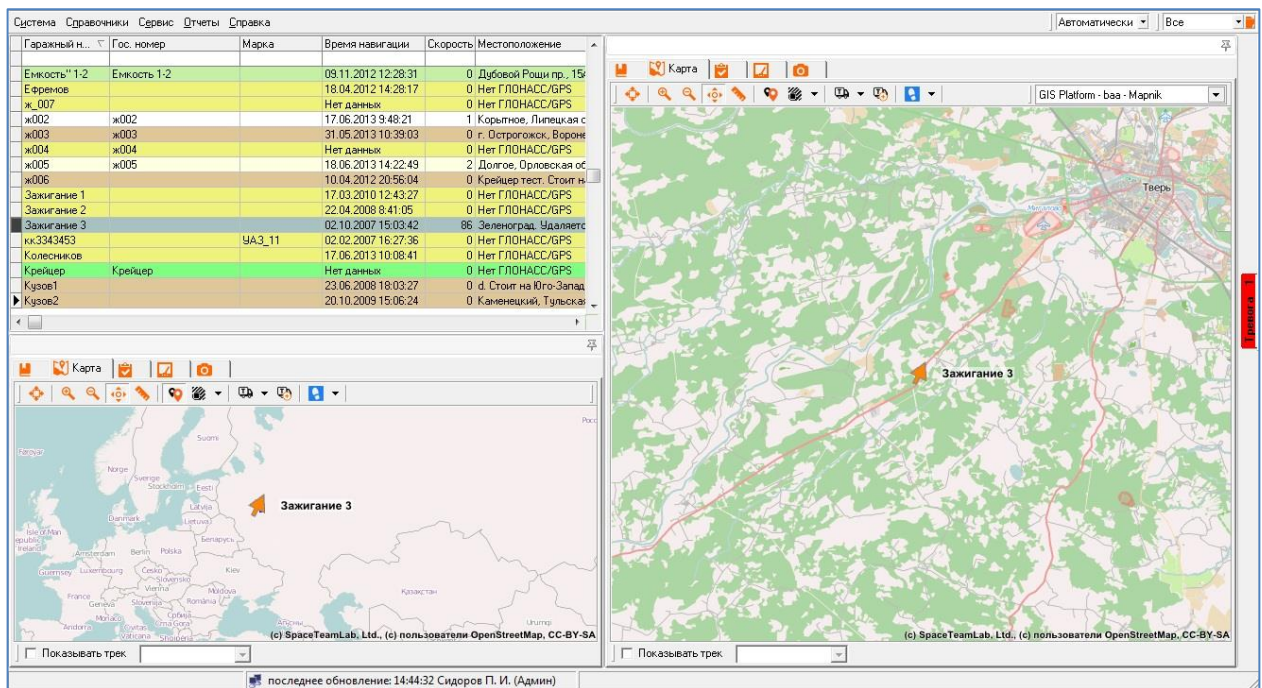

Рисунок 92 – Главная форма Программы с отображением одного и того же ТС на двух ЭКМ
- 3 При необходимости отобразить ТС в левой информационной форме (см. Рисунок 3). Для этого необходимо нажать кнопку [Карта] левой информационной формы. Рисунок 92 иллюстрирует главную форму Программы с отображением одного и того же ТС на двух ЭКМ.